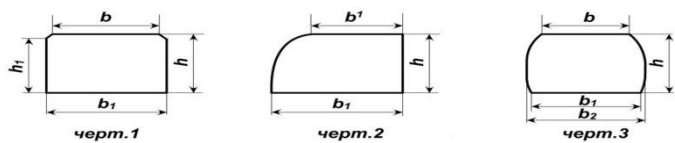

Рис.7. Поперечное сечение шпал.
3.3. Схема обыкновенного стрелочного перевода приведена на рис.7.
Обозначение на рис.7: